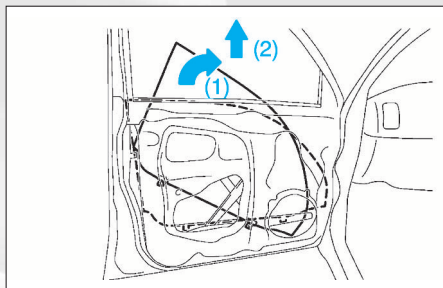

FIG. 53
• Déposer la vitre comme illustré (Fig.53).